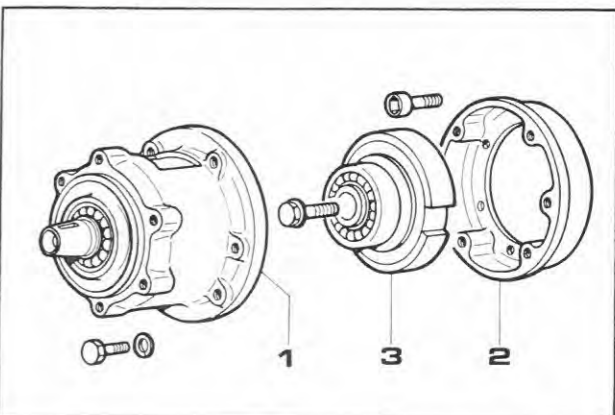

Fig. 102
- Introduire la bague OR dans le boîtier (1) Emmancher le roulement et le bloquer avec la bague d'arrêt (Fig. 102).
- Appliquer la clôche (2) au couvercle distribution. Bloquer les vis à 2,5 Kgm.
- Monter le groupe centrifuge (3) sur le vilebrequin en bloquant le boulon à 3 Kgm.
- Monter le boîtier (1) sur la clôche (2) en engageant le groupe centrifuge dans le logement de l'axe embrayage. Ne pas forcer avec un marteau pour éviter des endommagements aux roulements. Serrer les boulons à 1,5 Kgm.
- Insert "O" ring in case (1). Press bearing in its seat and lock with snapping (Fig. 102).
- Install adapter housing (2) on the engine. Torque screws to 2,5 Kgm.
- Assemble centrifugal unit (3) on crankshaft, torquing bolt to 3 Kgm.
- Couple case (1) to adapter housing (2) with its gasket, taking care to properly insert centrifugal unit into shaft housing. Avoid using the hammer to force unit in to prevent damaging bearings. Torque bolts to 1,5 Kgm.
- O-Ring ins Gehäuse (1) einsetzen. Kugellager montieren und mit Haltering befestigen (Abb. 102).
- Glocke (2) auf dem Gehäusedeckel anbringen. Schrauben mit 2,5 kpm anziehen.
- Fliehkraftelement (3) auf die Kurbelwelle montieren; Bolzen mit 3 kpm anziehen.
- Gehäuse (1) auf die Glocke (2) montieren. Dabei Fliehkraftelement in seinen Sitz an der Kupplungswelle einfügen. Niemals Hammer benutzen, um die Kugellager nicht zu beschädigen. Bolzen mit 1,5 kpm anziehen.